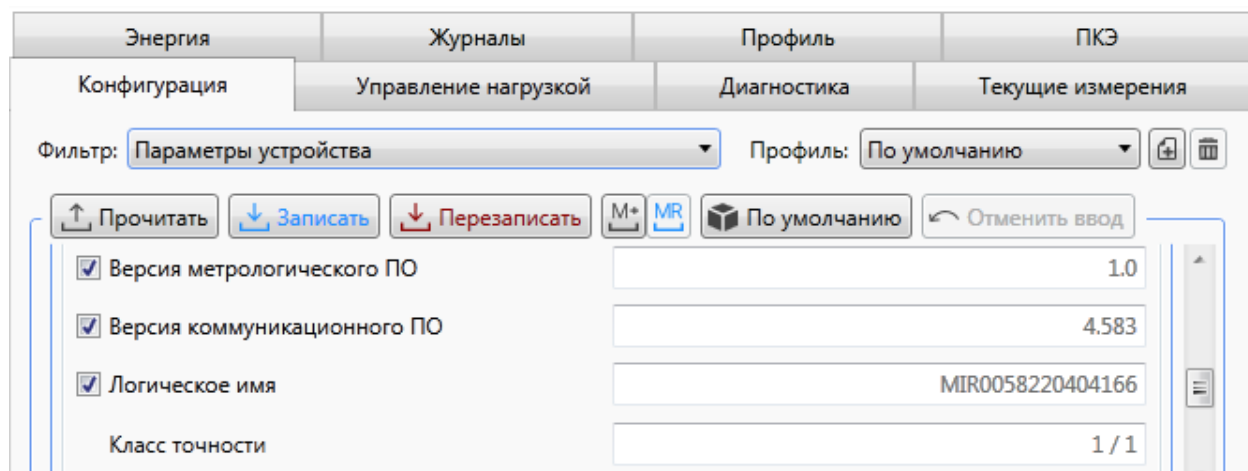

Рисунок 9.56 – Просмотр версии программного обеспечения счетчика
9.6.9.1 Для просмотра информации о версии встроенного ПО счетчика необходимо перейти на вкладку *Конфигурация* области параметров программы КОНФИГУРАТОР, и далее в выпадающем списке *Фильтр* выбрать пункт *Параметры устройства* и нажать кнопку *Прочитать* (рисунок 9.56).